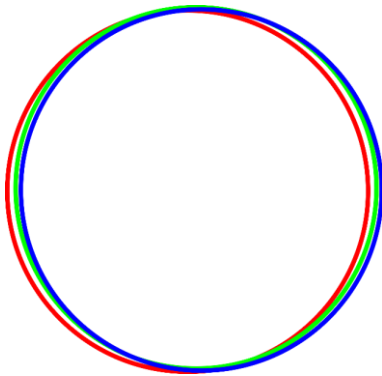

Abb. 17
- 03) Projizieren Sie mit dem Laser einen Kreis auf eine Wand oder eine andere geeignete Projektionsfläche (siehe Abb. 17). Sie können auch eines der Testmuster aus der Pangolin Software verwenden.